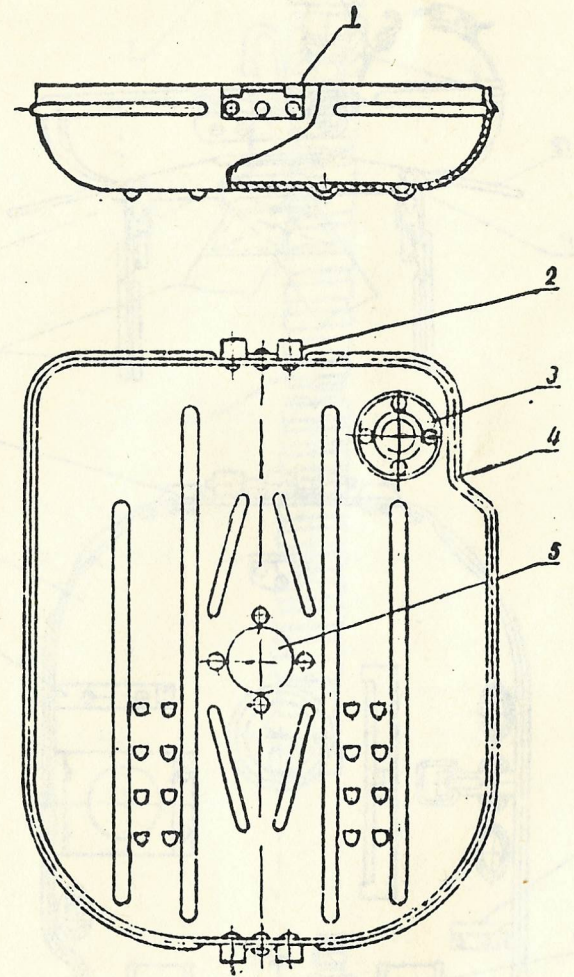

Рис. 14.
Корпус закрывается крышкой (см. рис. 14). В крышке вмонтирована мембрана (3), нажатием на которую осуществляется подача кислорода в дыхательный мешок в аварийных условиях, и цветное отражательное стекло (5).